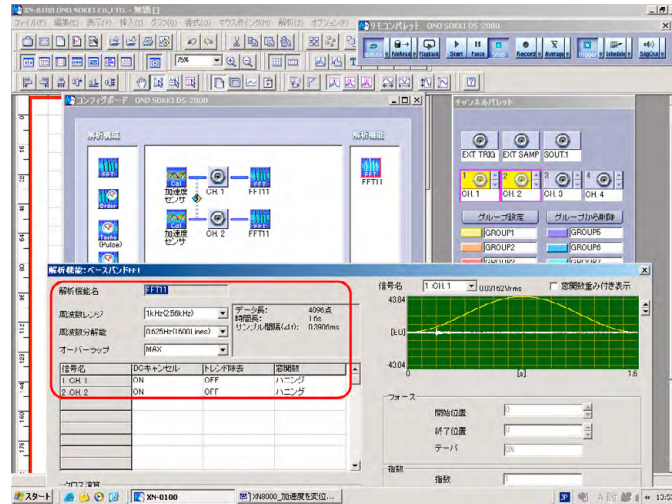
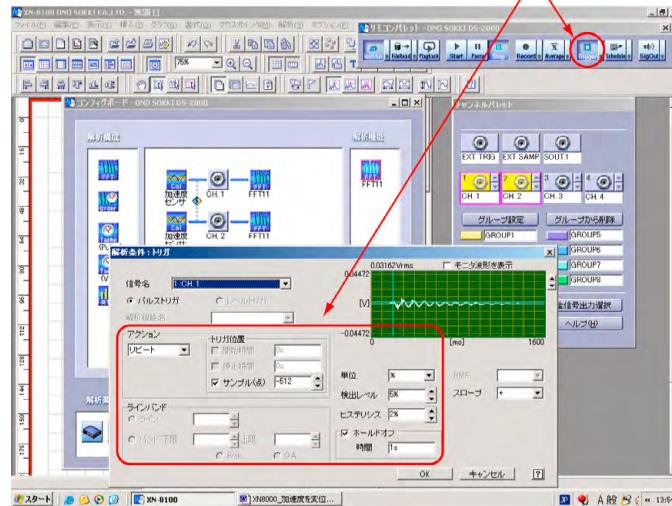
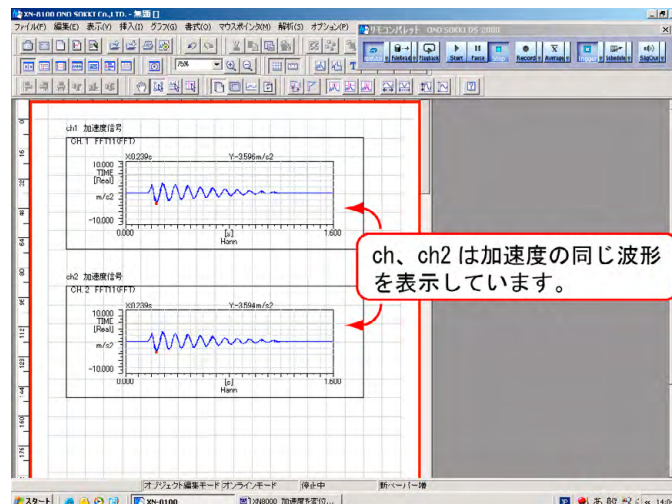
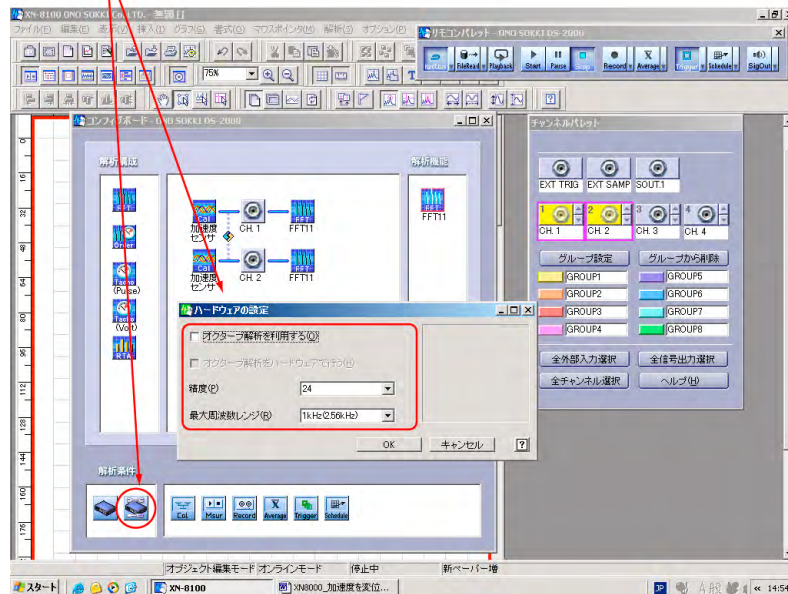

図 1 : FFT 機能設定条件
図 2 : トリガ機能設定条件
図 3 : 衝撃加速度波形 (例)
図 6
ここでは衝撃加速度を 2 重積分して変位表示する方法を例に取り、この機能を説明します。説明のため同じ加速度信号を ch1、ch2 に入力し、単位校正、コンフィグボード、グラフ表示などは次ページの図 1、図 2 のように設定し、トリガー機能を使って加速度の衝撃波形が図 3 のように観測できる状態となっているものとして説明します。
4. [デジタル前処理] ページで「2 重積分」を選択すると、「デジタルフィルタ : off」でも自動的に「最大周波数レンジ (サンプリング周波数)」の 1/1000 のハイパスフィルタがかかります。例えば最大周波数レンジの設定が 20kHz では、2 重積分の時 20Hz のハイパスフィルタが自動的にかかり、[デジタル前処理] ページの「ハイパスフィルタ 10Hz」の設定より大きい周波数になりますのでご注意ください。なお、この最大周波数レンジは図 1 の [ベースバンド FFT] ページで設定する「FFT 解析周波数レンジ」の設定の最大レンジとなっています。図 6 に【解析条件】アイコンをクリックし [ハードウェア] ダイアログを開き「最大周波数レンジ (サンプリング周波数)」を設定する画面を示します。